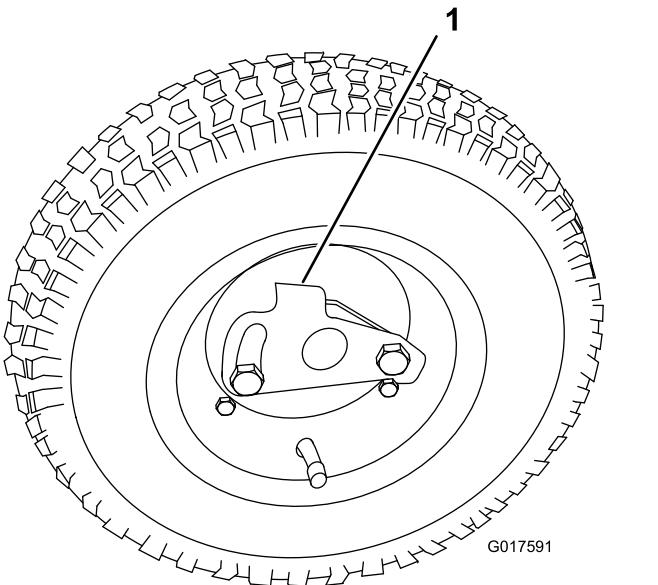

Bild 8
3. Drehen Sie den Radbefestigungsclip von der Mitte des Rads weg, damit er weiter auf die Achse gleiten kann (Bild 8).